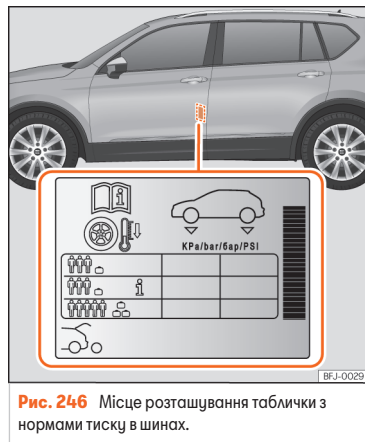

Рис. 246 Місце розташування таблички з нормами тиску в шинах.
- Завжди коригуйте тиск у шинах відповідно до навантаженості автомобіля >>> **рис. 246.**
>>> **рис. 246.**
Тиск у шинах слід регулювати відповідно до завантаженості автомобіля. У разі повного завантаження автомобіля тиск у шинах необхідно підвищити до максимального значення, зазначеного у таблиці >>> **рис. 246.**
У разі використання малорозмірного запасного колеса (125/70 R16 або 125/70 R18) тиск у шині має становити 4,2 бар, як і зазначено на шинах >>> **рис. 246.**
Заради підвищення комфорту руху ви можете встановити в колесах тиск для положеного завантаження (тиск у шинах **i** >>> **рис. 246**). Рух із так званим комфортним тиском (Comfort) може супроводжуватись незначним підвищенням витрати пального.
• Водій є відповідальним за підтримання правильного тиску в шинах. Рекомендований тиск у шинах вказано у таблиці >>> **рис. 246.**
• Фактичний тиск у холодних шинах повинен відповідати нормам, зазначеним у таблиці >>> **рис. 246.**